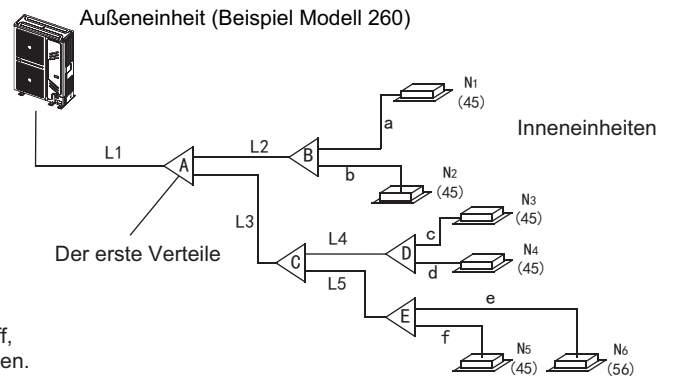

Abb. 4-5
- Beispiel: In Abb. 4-5 beträgt die Gesamtleistung des Wassers stromabwärts im Rohr L2 45x2=90, sodass laut der Tabelle 4.4, der Gas-/Flüssigkeitsdurchmesser von L2-Φ15.9 (5/8") / Φ9.5 (3/8") sein wird.